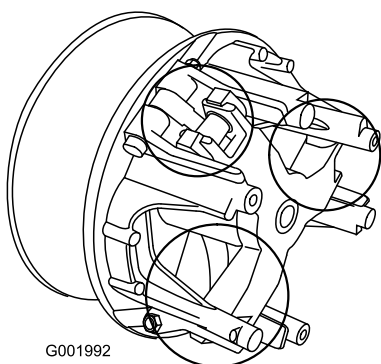

Figura 57
5. Lubrique las piezas en movimiento en las zonas indicadas en Figura 57 usando Spray Lubricante Seco Toro, disponible a través de su Distribuidor o Consesionario Autorizado Toro.